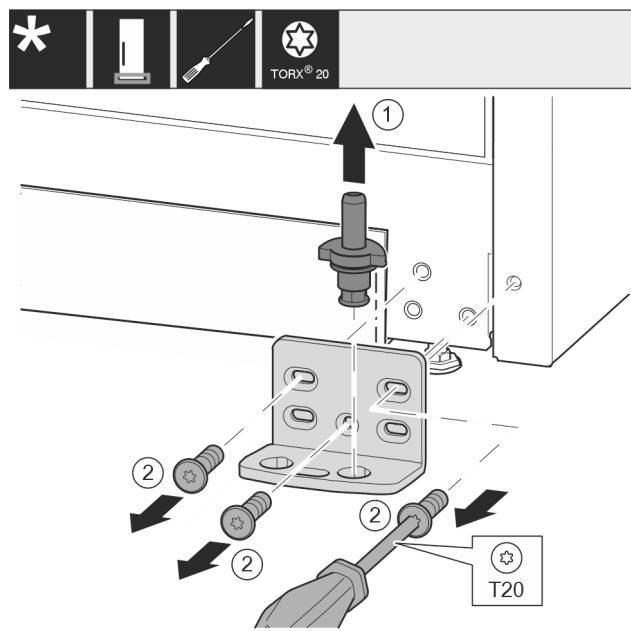

Fig. 15
- ▶ Izvucite svornjak ležaja Fig. 15 (1) potpuno prema gore.
- ▶ Odvijačem odvrtite vijke Fig. 15 (2) i skinite podložak ležaja.